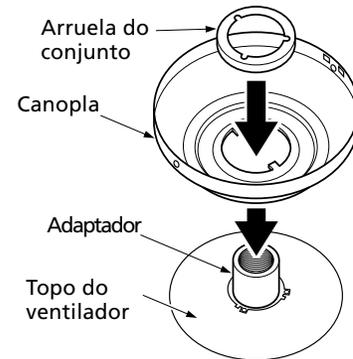

Figura 4b - Colocando a canopla e a arruela sobre o adaptador
1. Ajuste a canopla sobre o adaptador do suspensor do motor conforme mostrado na Figura 4b. Certifique-se
2. Você vai encontrar uma arruela grande do conjunto incluída junto com o ventilador. Coloque a arruela sobre o adaptador e a canopla conforme mostrado na Figura 4b.